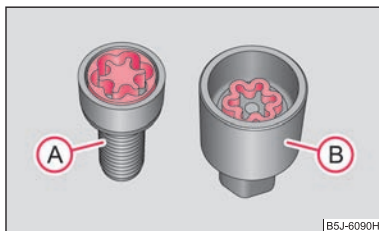

Abb. 157 Illustrationsbild: Sicherheitsradschraube mit Adapter
- Setzen Sie den Adapter (B) mit der verzahnten Seite in die innere Verzahnung des Kopfes der Sicherheitsradschraube (A) ein ⇒ Abb. 157.
- Stecken Sie den Radschlüssel bis zum Anschlag auf den Adapter (B).